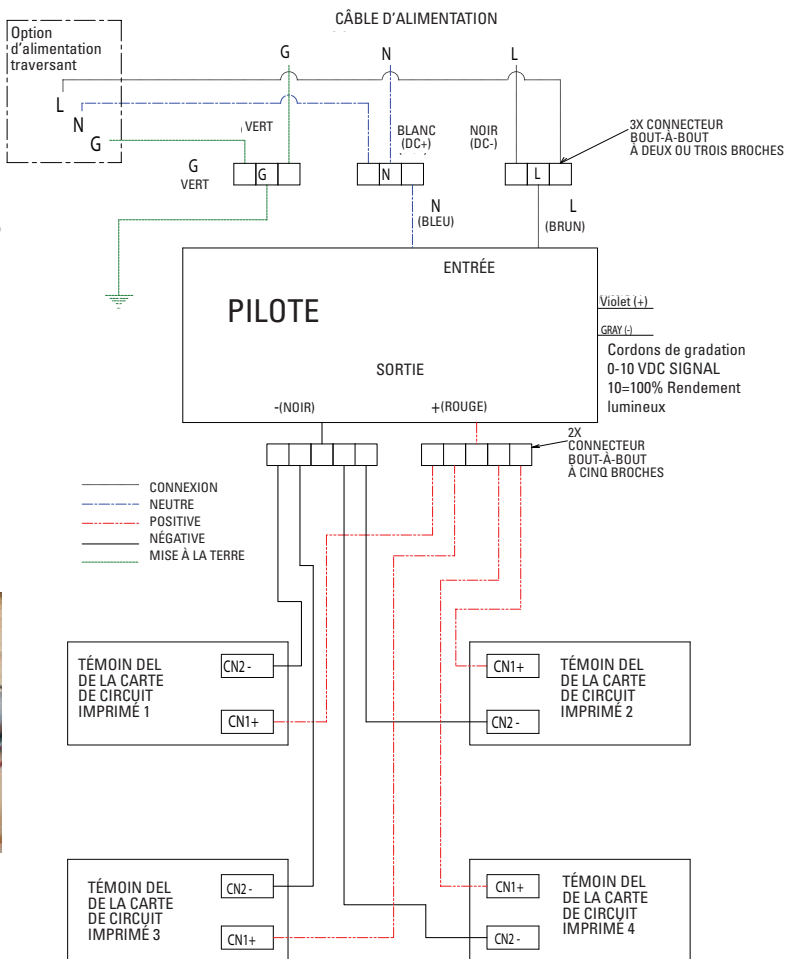

Figure 17
- Pour faciliter le retrait du couvercle, un point d'appui a été placé dans l'un des coins du couvercle. (Voir la figure 17.)